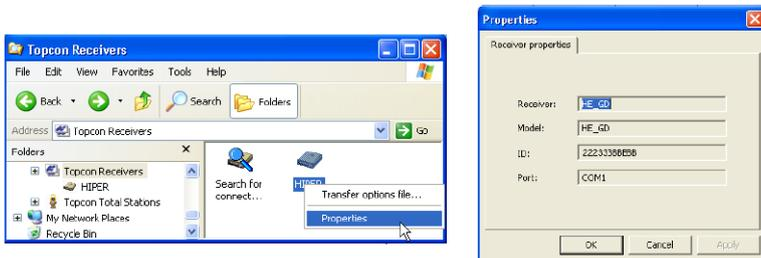

Figura 5-3. Proprietà del ricevitore
6. Per visualizzare le informazioni sul ricevitore (Figura 5-3), fare clic con il tasto destro del mouse sul ricevitore desiderato e selezionare l'opzione *Properties*.